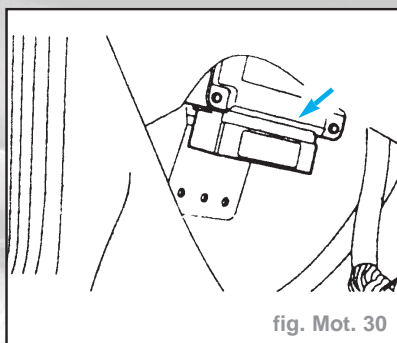

fig. Mot. 30
- 1 : Débitmètre d'air massique (MAF) - 2 : Capteur de position de papillon (TP) - 3 : Sonde de température d'air d'admission (IAT) - 4 : Sonde de température de liquide de refroidissement (ECT) - 5 : Module de commande d'allumage ICM (EDIS 4/6) - 6 : Capteur de position de vilebrequin (CKP) - 7 : Capteur de position d'arbre à cames (CMP) - 8 : HO2S précatalyseur - 9 : HO2S postcatalyseur - 10 : Sonde signal de retour EGR - 11 : Manocontact de direction assistée (PSP) - 12 : Position de la pédale d'embrayage (CPP) - 13 : Contacteur de point mort/marche (PNP) - 14 : Capteur de vitesse du véhicule (VSS) - 15 : Embrayage de compresseur de climatisation (embrayage A/C) - 16 : Sonde de pression barométrique (BARO) - 17 : Relais principal du EEC V - 18 : Commutateur d'allumage - 19 : Batterie - 20 : Relais de pompe d'alimentation - 21 : Interrupteur à inertie de coupure d'alimentation (IFS) - 22 : Pompe à carburant immergée (FP) - 23 : Injecteurs - 24 : Electrovanne de purge de cartouche EVAP - 25 : Electrovanne d'air de ralenti (IAC) - 26 : Solénoïde pour système d'admission variable (VIS) ou injection d'air secondaire (AIR) - 27 : Régulateur de dépression EGR - 28 : Module de commande d'allumage ICM (signal SAW EDIS 4/6) - 29 : Bobine d'allumage EDIS-4 - 30 : Sélecteur de climatisation/ventilation - 31 : Commande électronique de boîte de vitesses (A4LDE) - 32 : Dispositif antivol passif (PATS) - 33 : Connecteur de liaison de données (DLC) pour FDS 2000 - 34 : Connecteur de service pour réglage de l'indice d'octane.
- Déposer le module (fig. Mot. 30).